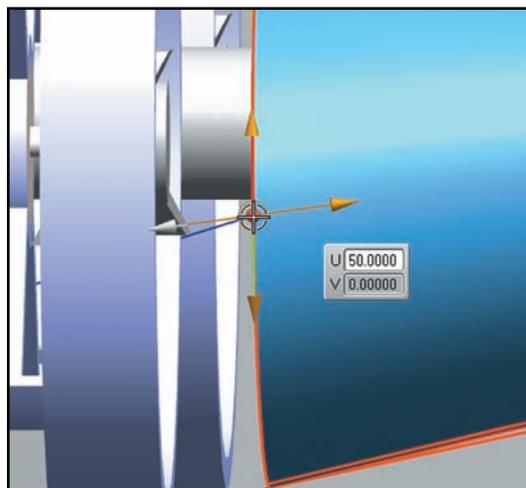

Рисунок 3.33 Модификация параметров точки сплайна
- Не закрывая диалога построения сплайна, выделите вторую точку, заданную на поверхности, и задайте её позицию с помощью параметров **U** и **V** или маркеров, как показано на рис. 3.33. Необходимо поместить точку на середину левой кромки поверхности заметания.